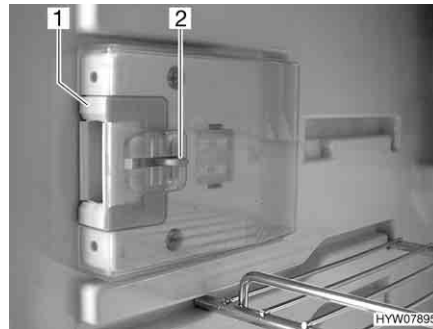
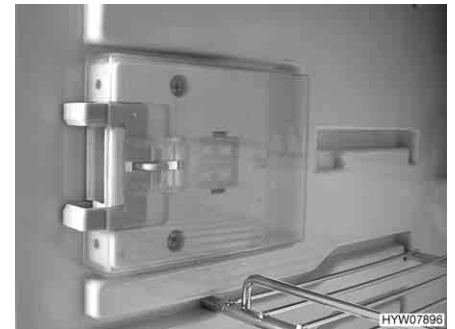

Fig. 233 Dispositif de fermeture en position normale
Fig. 234 Dispositif de fermeture en position de ventilation
- Presser le bouton de déverrouillage (Fig. 233,2).
- Pousser le dispositif de fermeture (Fig. 233,1) vers l'avant (Fig. 234).